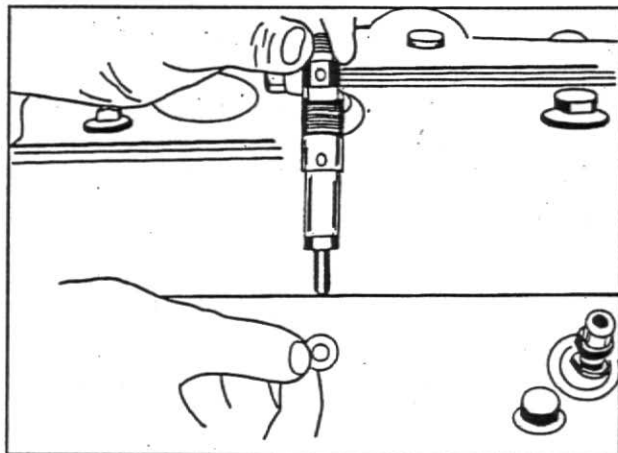

Fig. 12
8. Remova os bicos injetores e suas arruelas de vedação, fig.12.